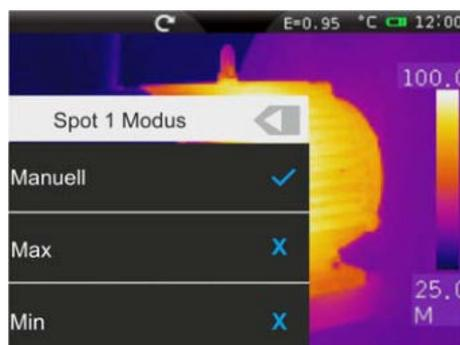

Abb. 22: Messmodi assoziiert mit den Cursors
2. Berühren Sie das Symbol  zur Auswahl der Modi, die jedem Cursor assoziiert werden können (siehe Abb. 22). Folgende Optionen, die sich einander ausschließen, stehen zur Verfügung: **Manuell** (Cursor wird frei vom Benutzer verwendet), **Max** (Cursor wird dem heißesten Punkt auf dem Bild assoziiert), **Min** (Cursor wird dem kältesten Punkt auf dem Bild assoziiert). Die Auswahl wird durch das Symbol  auf dem Display angegeben.